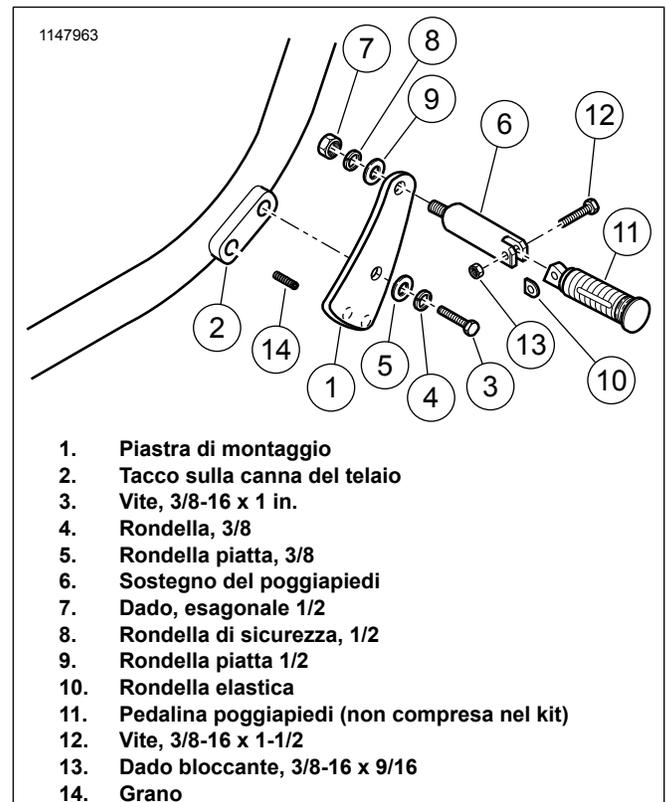

Figura 1. Installazione della pedalina e del kit di montaggio della pedalina (lato destro del veicolo)
1. Vedere Figura 1 Installare il grano (14) nel foro inferiore sul tacco della canna del telaio (2), lasciando 0,5 cm (o tre filetti) esposti.
2. Collocare in posizione la piastra di montaggio della pedalina highway (1). Per una posizione della pedalina più ribassata, collocare il foro inferiore nascosto nella piastra di montaggio sul grano. Per una posizione della pedalina più rialzata, collocare il foro superiore nascosto nella piastra di montaggio al tacco sul telaio usando la vite lunga da 1 pollice (3), la rondella di sicurezza (4) e la rondella piatta (5) prese dal kit. Serrare.